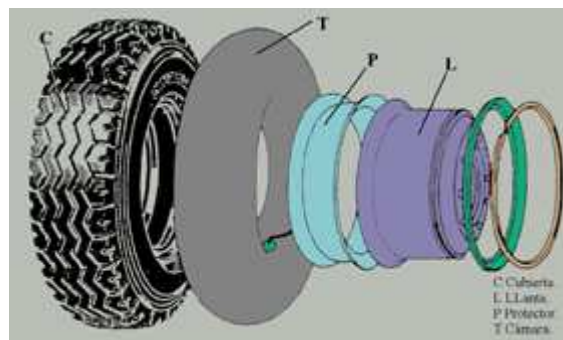

Fig. 9
• Parte neumática (fig. 9)
Neumáticos con cámara (fig. 9)